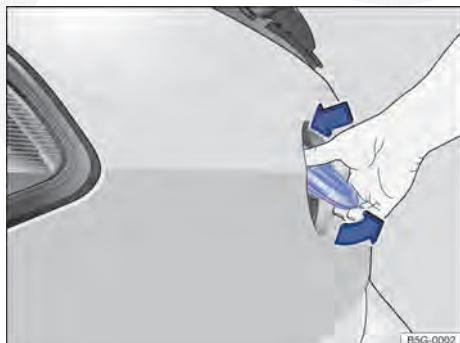

Fig. 33 Abrir a tampa do compartimento de bagagem por fora.
- Com o polegar, pressionar a parte superior do logo Volkswagen ⇒ Fig. 33 e rebatê-lo para fora por baixo. Tocar com a mão embaixo do logo e levantar a tampa do compartimento de bagagem.